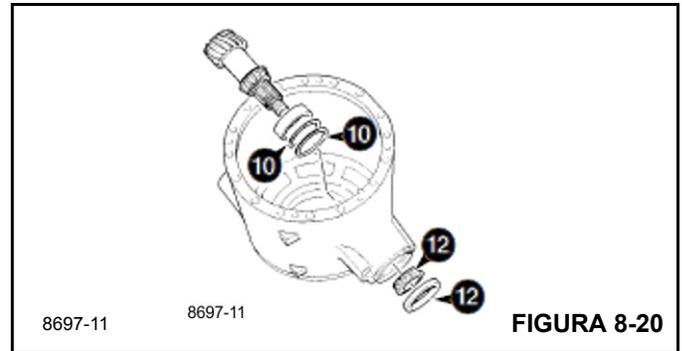

FIGURA 8-20
- Determine el grosor correcto requerido para los suplementos 10 (Figura 8-20); consulte *Ajuste de profundidad del piñón* en la página 8-12.